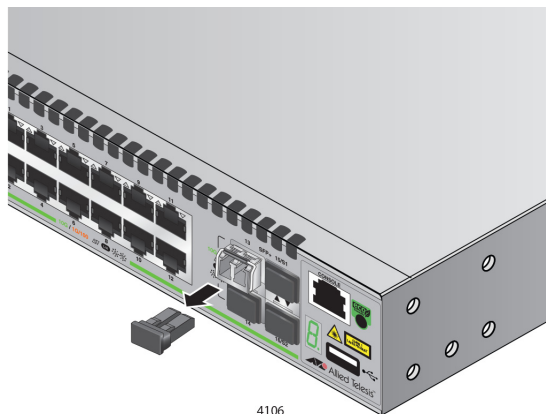

Рисунок 23. Снятие пылезащитной крышки с трансивера SFP
5. Снимите пылезащитную крышку с трансивера SFP, как это показано на рис. 23.